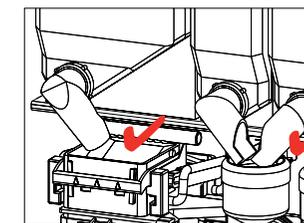

Fig. 18
6. Uitgifteknetje(s) weer in de juiste stand draaien (fig. 18).